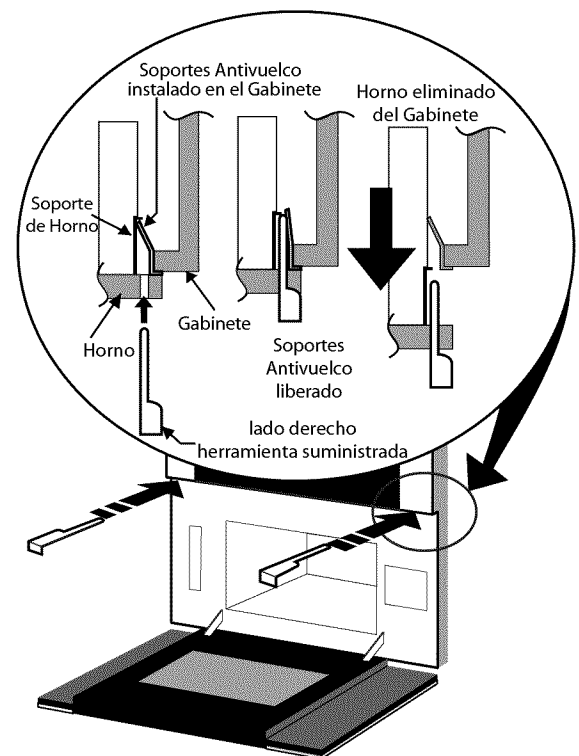

Figura 5
- Para retirar el horno para su reparación, abra la puerta y ubique los dos agujeros en el marco lateral. Inserte simultáneamente las herramientas proporcionadas con el artefacto en ambos agujeros y jale el horno hacia usted. Vea la Figura 5.